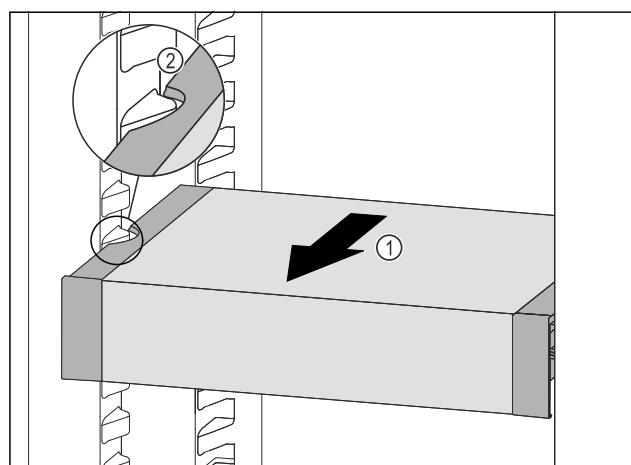

Fig. 132
- VarioSafe ťahajte dopredu Fig. 132 (1), kým sa bočné vybrania VarioSafe nebudú nachádzať vo výške rebra nádoby v chladničke. Fig. 132 (2)